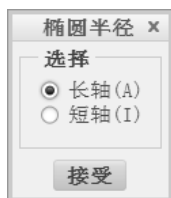

图 2-60 “椭圆半径”对话框
- 3) 单击鼠标中键，此时系统弹出图 2-60 所示的“椭圆半径”对话框。